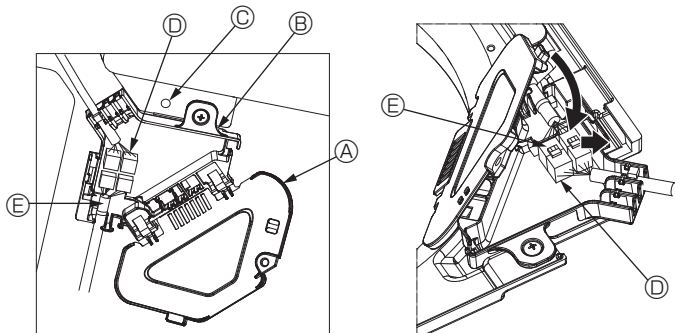

Fig. 10-8
- Güvenli bir şekilde kanatçık motorunun bağlantı kablo konektörlerini ve panel kanatçık motor kablo bağlantısını güvenli bir şekilde bağlayın. (Fig. 10-8) İki adet kanatçık motor konektörü bulunur: bir mavi konektör ve bir turuncu konektör. Bunları bağlarken renklerin eşleştiğinden emin olun.